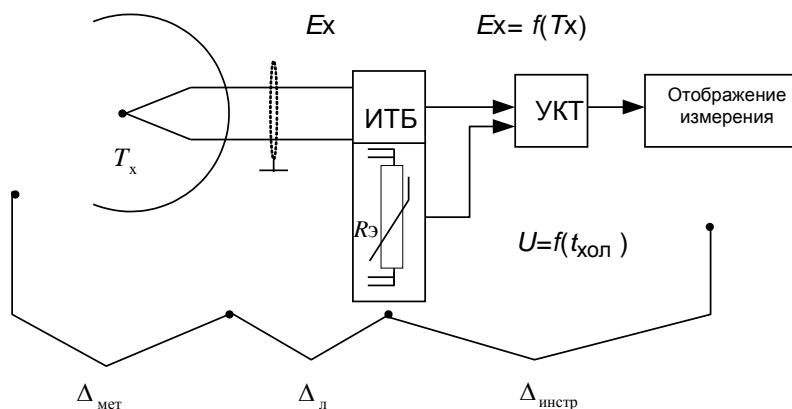

Рис. 2. Схема поверки измерительного канала:
Схема измерительного канала температуры на основе термоэлектрического преобразователя Метран 241 (242) по ГОСТ Р 50431-92 приведена на рис. 2.
2. Установить модель инструментальной погрешности канала измерения (рис. 2) (ГОСТ 8.009-84).
1. Описать последовательность калибровки R_k (рис. 2) (ГОСТ Р 8.596-2002).
1. Назначить номенклатуру метрологических характеристик ИК (рис. 2) (ГОСТ 8.009-84).
2. Выбрать и обосновать модель инструментальной погрешности канала измерения (рис. 2) (ГОСТ 8.009-84).
1. Перечислить причины возникновения погрешностей на различных участках канала измерения (рис. 2):
2. Выбрать и обосновать модель инструментальной погрешности канала измерения (рис. 2) (ГОСТ 8.009-84)